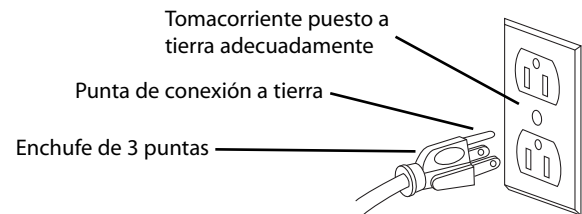

Figura 5 – Receptáculo para 3 Puntas
- A fin de protegerlo contra una descarga eléctrica, esta herramienta está equipada con un cable de tres conductores aprobado y clasificado para 300V, y un enchufe de tres puntas tipo conexión a tierra (véase la Figura 5).
- El enchufe de conexión a tierra debe conectarse directamente a un receptáculo para 3 puntas instalado y conectado debidamente a tierra, tal como se muestra en la Figura 5.